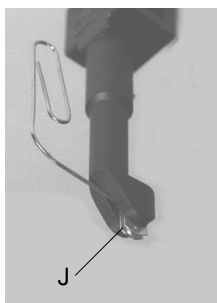

Figure 4
La molette de coupe devrait durer longtemps si vous en prenez bon soin et si elle n'est pas endommagée, mais s'il s'avère nécessaire de la remplacer, c'est facile. Utilisez une trombone pour forcer la molette et son attache métallique à sortir de la fente, comme il est indiqué à la Figure 4 (J). Introduisez une molette de rechange aussi profondément que possible dans la fente (No. de commande 03-131).